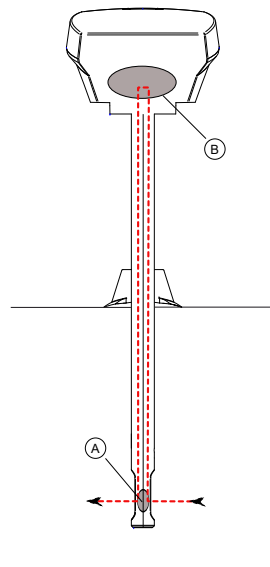

Figur 2 Inkopplingschema
- Anslut kablarna till plintarna enligt inkopplingsschemat i Figur 2